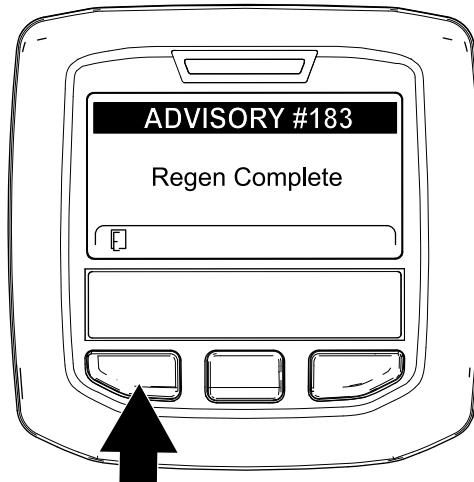

Figure 59
- Quand le calculateur moteur achève une régénération en stationnement ou une d'urgence, l'InfoCenter affiche l'AVIS N° 183 (Figure 59). Appuyez sur le bouton gauche pour revenir à l'écran d'accueil.
**Remarque:** Si la régénération échoue, l'InfoCenter affiche l'avis n° 184 (Figure 59). Appuyez sur le bouton gauche pour revenir à l'écran d'accueil.